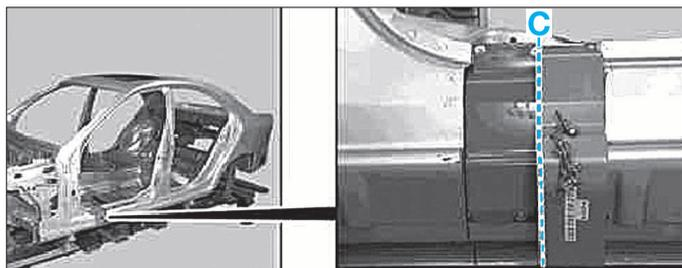

FIG. 28
- Fraiser les points de soudure se trouvant entre les lignes de coupe (A) et (B).
- Tracer à l'aide du gabarit de découpe [1] la ligne de coupe (C) (Fig.28) sur le renfort de bas de caisse.